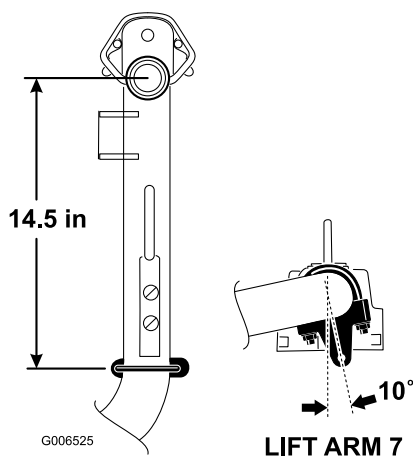

Figura 9
3. En los brazos de elevación 6 y 7, posicione los soportes y los pernos en U a 37 cm por detrás de la línea central del nudo del pivote (Figura 9).